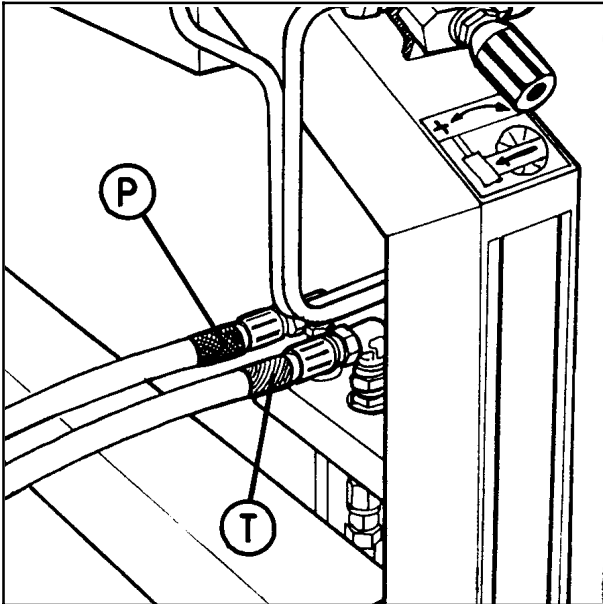

Fig. 4-4
Raccordez la conduite marquée en rouge à la pression (P), et la conduite marquée en bleu au retour (T). (Voir fig. 4-4).